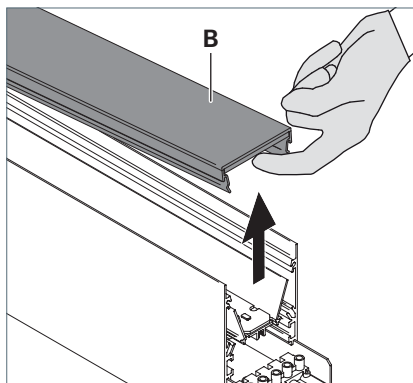

Fig. 18: Rimozione del diffusore.
- Rimuovere il diffusore **B** dal lato della fuoriuscita di luce diretta, vedi Fig. 18.